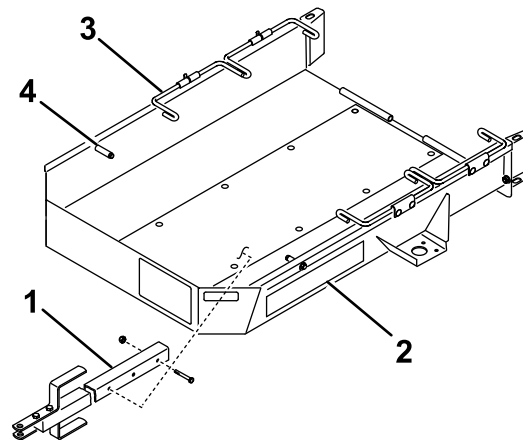

Figura 1
1. Fissate il gruppo timone alla staffa di montaggio nella parte sottostante del pianale del rimorchio con 2 bulloni ($\frac{3}{8}$ " x $2\frac{3}{4}$ ") e 2 dadi di bloccaggio (Figura 1).
- Posizionate l'acceleratore sulla velocità minima e conducete **lentamente** la macchina sopra il rimorchio sinché le ruote di trasferimento entrano in contatto con i fermi del rimorchio (Figura 1).
6. Ruotate la prima serie di aste delle ruote verso il basso dietro alle ruote di trasporto (Figura 1).